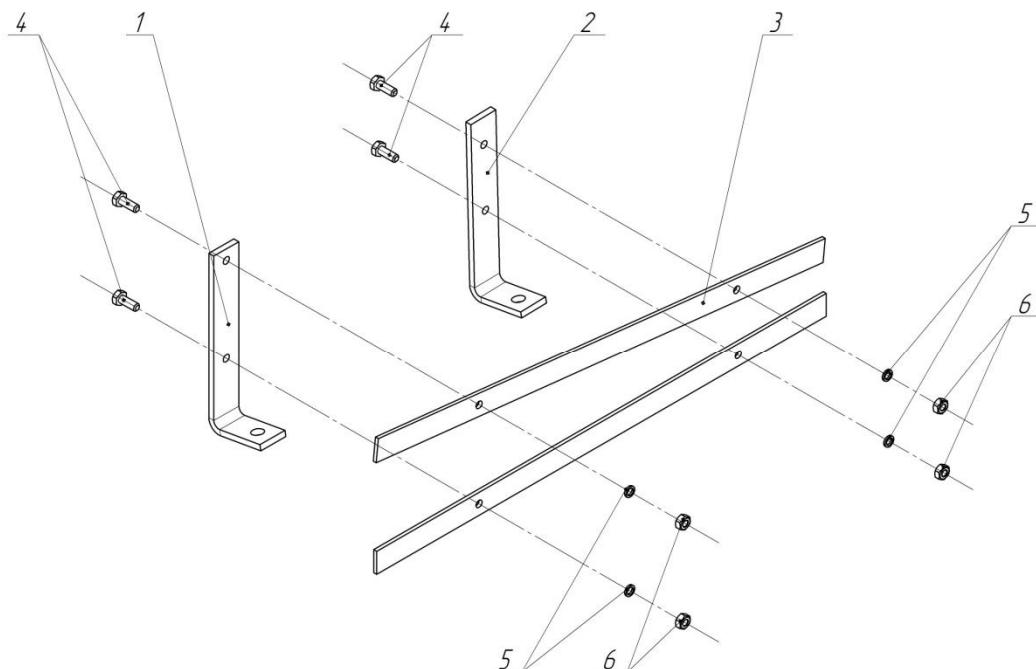

Рис. 3.
Составные части показаны на рис. 3.
2. Используя болты (4), шайбы (5) и гайки (6) собрать две лопасти как показано на рис. 3. Затяжку болтовых соединений произвести от руки.
- Внимание!** Кронштейн у которого межосевое расстояние 86 мм. между двумя отверстиями диаметром 6мм. является кронштейном нижним (1). Кронштейн у которого межосевое расстояние 58 мм. между двумя отверстиями диаметром 6мм. является кронштейном верхним (2). Соответственно в каждой лопасти по одному верхнему и нижнему кронштейну.
- Внимание!** При монтаже лопасти необходимо обратить внимание, что кронштейн верхний (2) крепится к ёмкости верхней, а кронштейн нижний (1) крепится к ёмкости нижней.